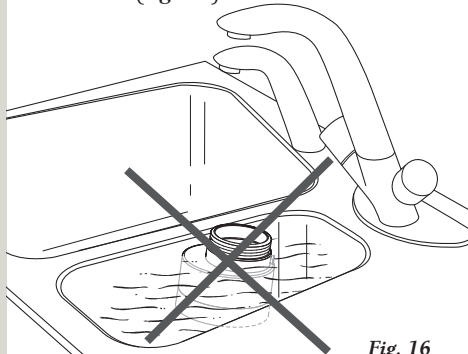

Fig. 16
- Ikke senk vannbeholderen ned i vann. (fig. 16)